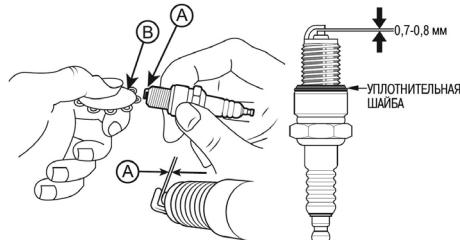

Рис. 41 Проверка межэлектродного зазора
- Измерьте зазор А между электродами свечи зажигания специальным щупом В. Зазор должен быть 0,7-0,8 мм (Рис. 41). При увеличении, или уменьшении требуемого зазора, рекомендуется заменить свечу, так как регулировка зазора может привести к изменению качества искрообразования.